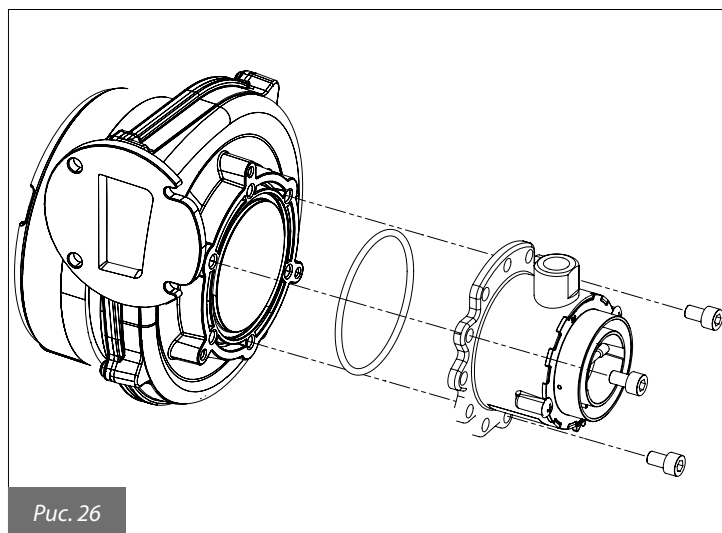

Рис. 26
- Снять смесительный узел, вывернув три шестигранных винта (рис. 26).